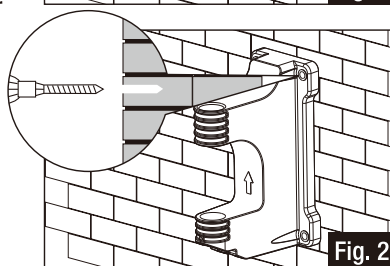

Fig. 2
5. Positionnez le support mural sur le mur, utilisez une douille de 13 mm (non fournie) pour serrer les quatre vis dans les quatre trous du mur afin de fixer le support mural en place (fig.2).